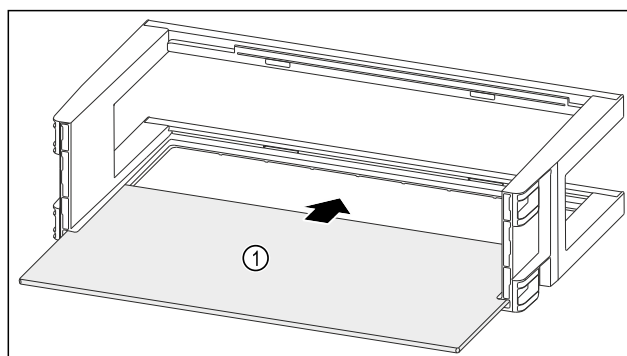

Fig. 97
- Inserire il ripiano Fig. 97 (1) negli incavi laterali.